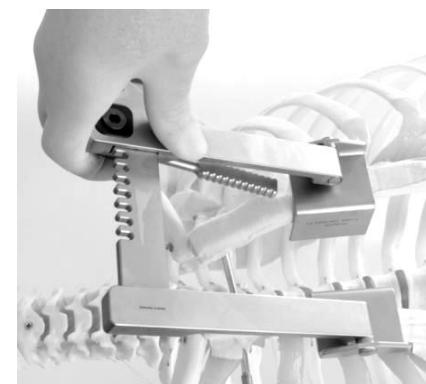

Fig. 12
- 9 L'espace de dissection est extrêmement réduit, notamment en présence d'un petit site opératoire, comme c'est généralement le cas de la sternotomie avec incision en Z, la canulation, ainsi que les étapes de dissection ultérieures, exigeant ainsi du chirurgien des efforts très importants. L'écarteur MARJAN MGH résout ce problème en permettant un retournement de l'ensemble du cadre d'écarteur autour de l'axe des valves dans le sens crânien. Résultat : un site opératoire entièrement libre d'accès (cf. Fig. 12).